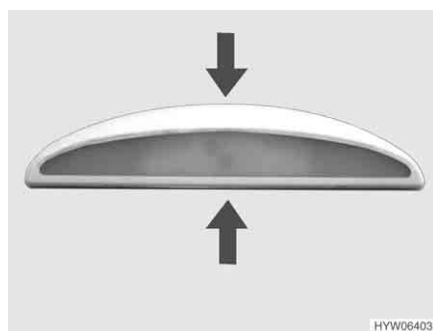

Fig. 100 Luce tenda veranda
- Comprimere leggermente gli involucri (Fig. 100) e sfilarli in avanti.